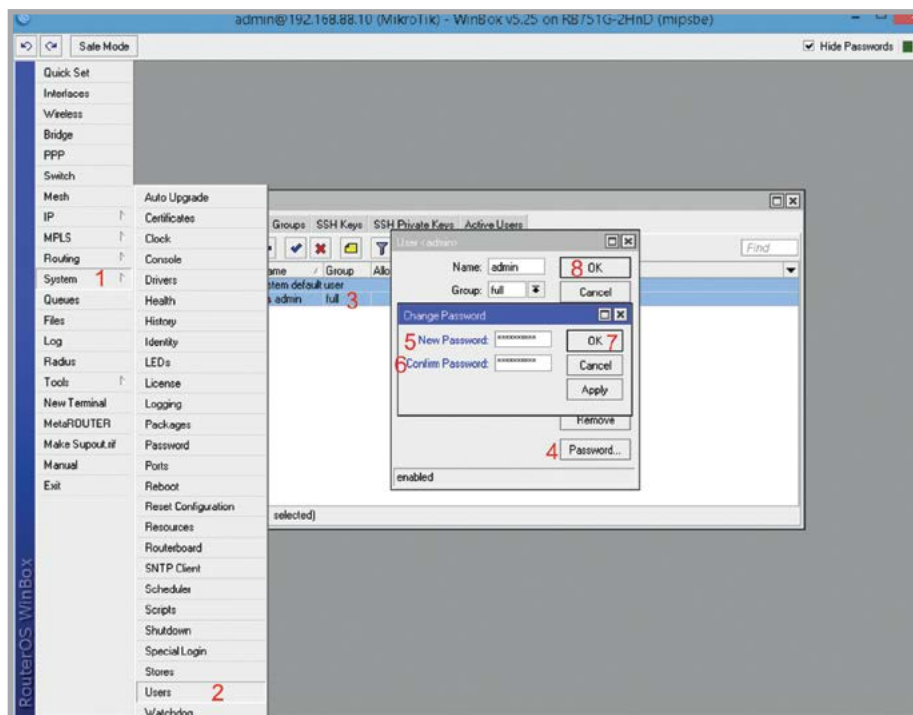

Рис. 13. Пароль доступа
1. Открываем меню **System** (рис. 13).